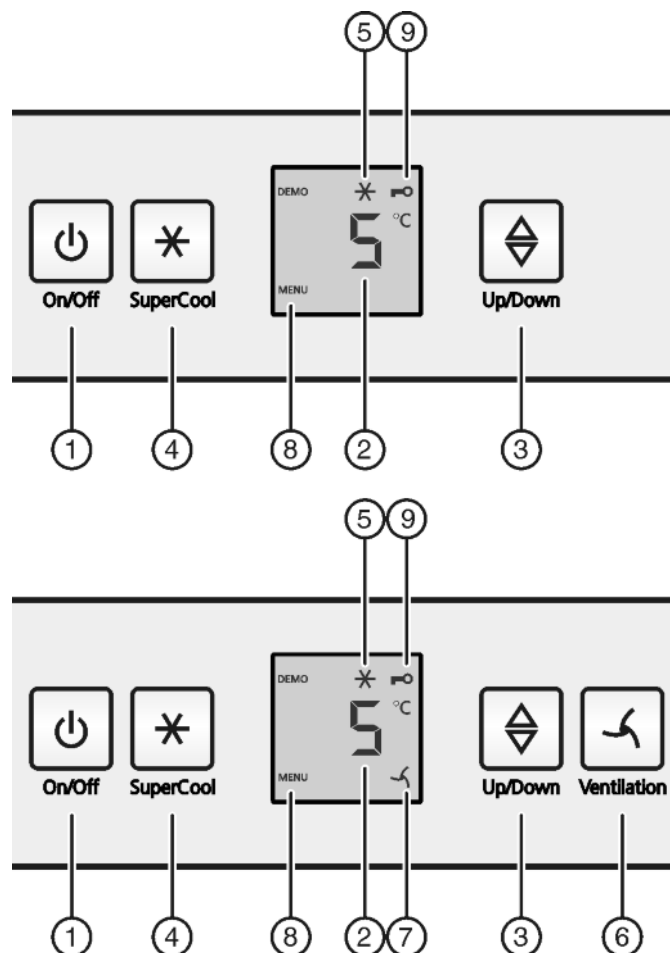

Fig. 2
- ▶ Premere il tasto On/Off Fig. 2 (1).
- ▶ Premere il tasto SuperCool Fig. 2 (4) per ca. 5 secondi.
- ▷ Sul display viene visualizzato il simbolo menu Fig. 2 (8).
- ▶ Confermare brevemente con il tasto SuperCool Fig. 2 (4).
- ▷ Sul display si illumina il simbolo sicurezza bambini Fig. 2 (9).
- ▶ Premere brevemente il tasto On/Off Fig. 2 (1).
- ▶ Richiamare la funzione temperatura: premere il tasto di regolazione Fig. 2 (3).
- ▶ Modificare la temperatura con incrementi di 1 °C: premere il tasto di regolazione Fig. 2 (3) fino a quando nel display della temperatura non si illumina la temperatura desiderata.
- ▶ Premere brevemente il tasto SuperCool Fig. 2 (4).
- ▷ Il simbolo SuperCool Fig. 2 (5) si illumina nel display.
- ▷ Il simbolo SuperCool Fig. 2 (5) si spegne nel display.
- Premere brevemente il tasto Ventilation Fig. 2 (6).
- ▷ Il simbolo Ventilation Fig. 2 (7) si illumina.
- ▷ Il simbolo Ventilation Fig. 2 (7) si spegne.